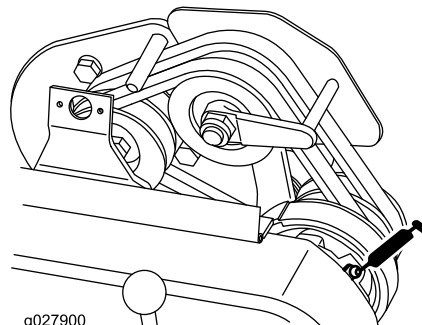

Figura 25
- 1 nos apoios da correia (Figura 25).